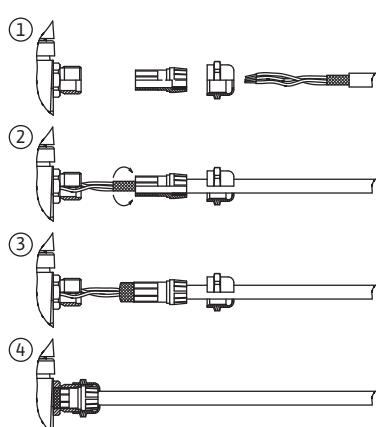

Fig. 28: Екраниування кабелю
- Екран приєднують до кабельного входу електронного модуля. Процедуру приєднання екрана схематично зображенено на Fig. 28.